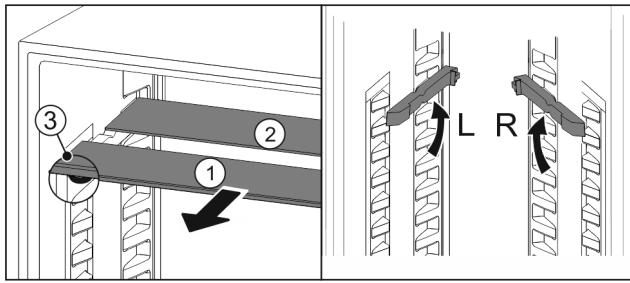

Fig. 54
- Посьуньте Fig. 54 (1) скляну панель вперед.
- Скляна панель Fig. 54 (1) з декоративною планкою лежить спереду.
- Стопори Fig. 54 (3) показують вниз.